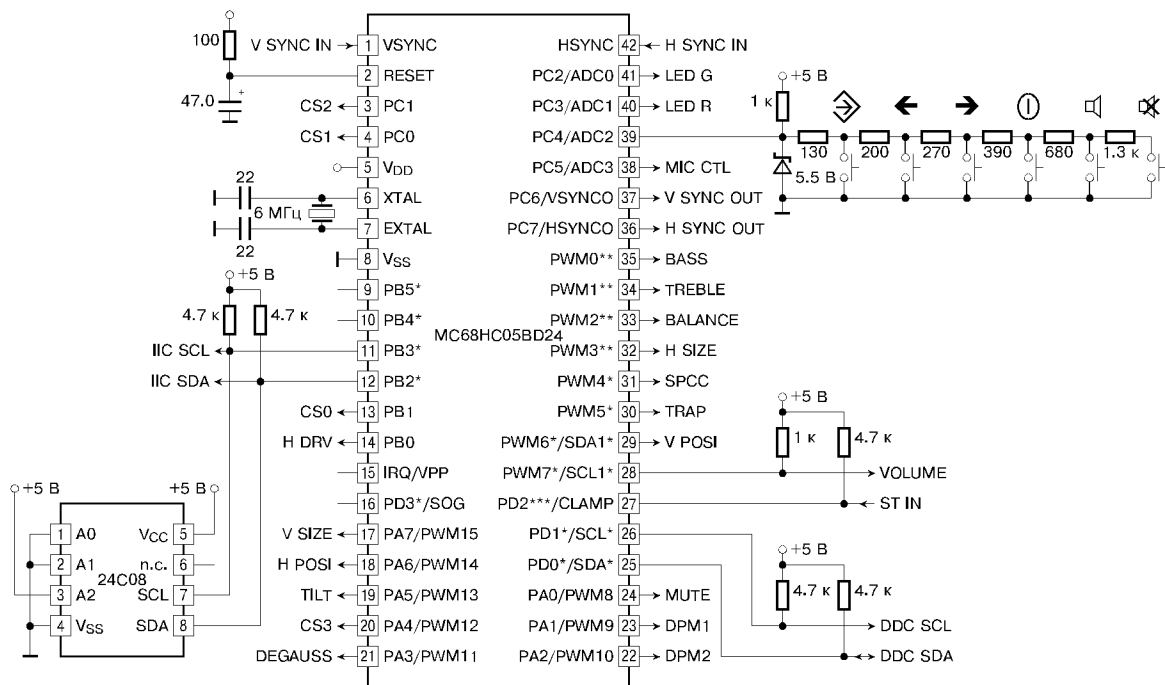

Рис. 2. Схема включения процессора
- контролирует настройки пользователя через OSD меню. Схема включения процессора приведена на рис. 2. Процессор синхронизации IC701 (TDA4B5B) содержит: